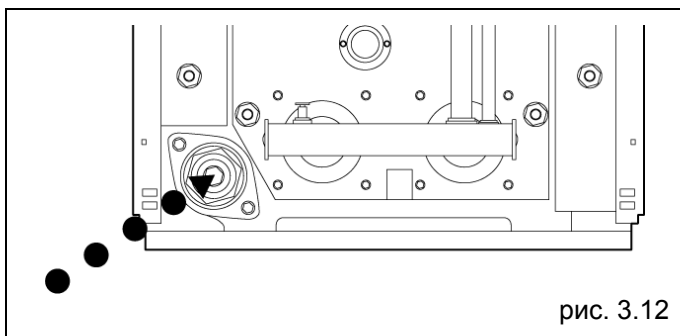

рис. 3.12
- Присоедините резиновую трубку к штуцеру на сливном кране и откройте его (рис. 3.12).